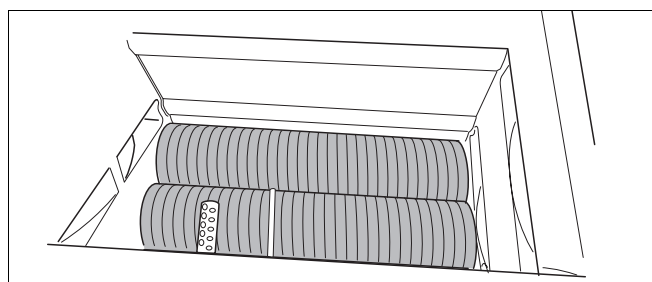

fig. 52 Gloeiplug en ionisatie-elektrode controleren
- Controleer de ionisatie-elektrode (→ fig. 52 en 53) en de gloeiplug op vervuiling, slijtage of beschadiging.
- Indien nodig, reinig de warmtewisselaar (→ fig. 52, pagina 48) met perslucht of spoel deze met water uit.